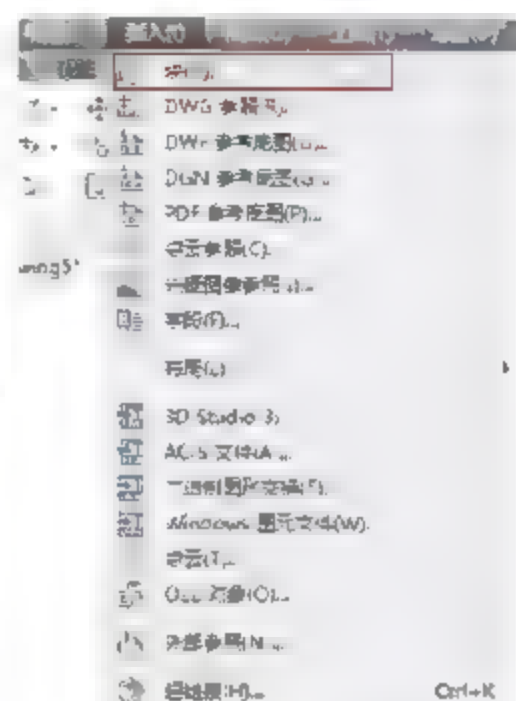

图7-11 选择命令
- 菜单栏：选择菜单【插入】|【块】命令，如图7-11所示。